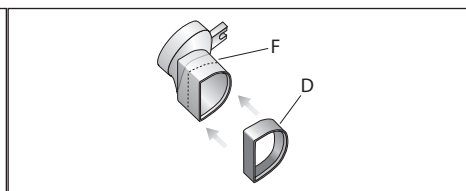

Fig. 14
- Montar la junta **D** en la reducción **F** (Fig. 14).